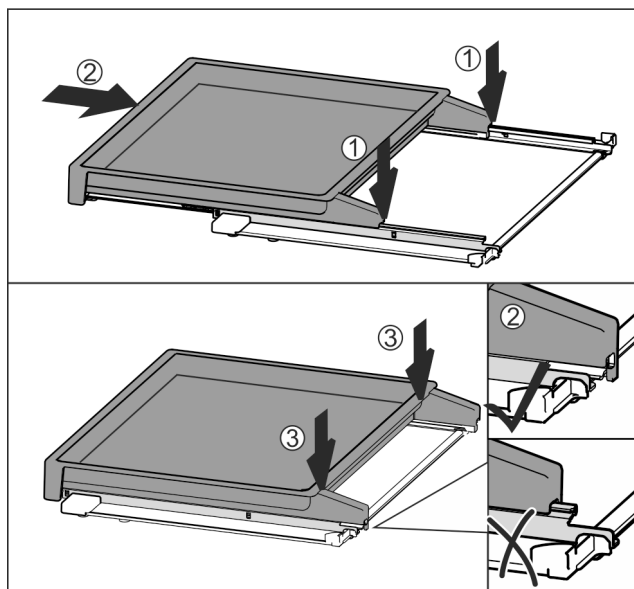

Fig. 37
- ▶ Nasadte uprostřed na kolejničky Fig. 37 (1).
- ▶ Vysouvací přihrádku zcela zasuňte Fig. 37 (2).
- ▶ Zatlačte pak na zadní straně, až slyšitelně zacvakne Fig. 37 (3).